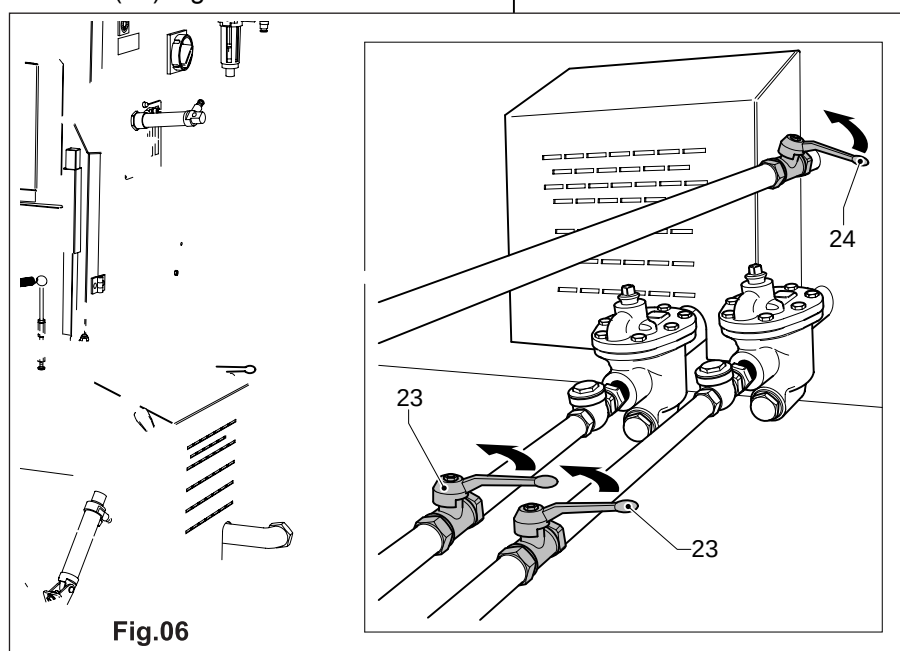

**Fig.06**
- c) Für Maschine ohne Kessel den Dampfversorgungshahn (24) Fig.06 und Kondensatrücklaufhahn. (23) Fig.06 öffnen.